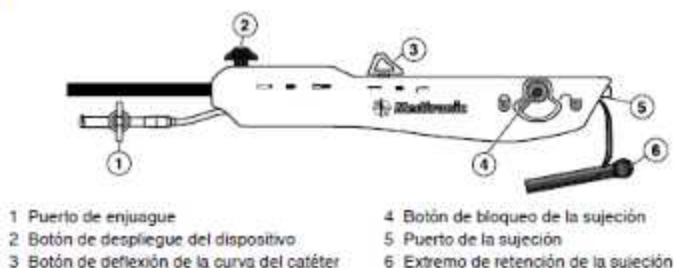

Figura 9. Sistema de implantación del catéter Micra: mango de despliegue
2. Presione el botón de despliegue situado en el mango del sistema de implantación para desbloquearlo. Consulte la Figura 9. A continuación, deslice hacia delante el botón de despliegue para retraer el dispositivo en su compartimento.
Nota: Asegúrese de que el botón de bloqueo de la sujeción situado en el mango del sistema de implantación se encuentra en la posición de bloqueo. Consulte la Figura 9.
4. Curve el sistema de implantación deslizando hacia atrás del botón de deflexión situado en el mango. Consulte la Figura 9.
7. Extraiga el extremo de retención de la sujeción situado en el mango del sistema de implantación. Consulte la Figura 9.